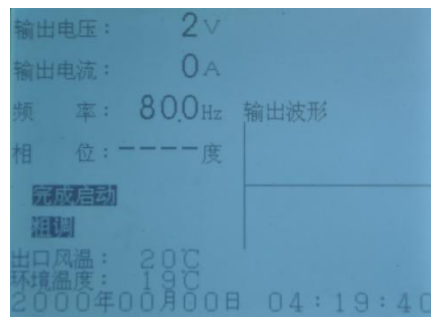

图 22 PY3520 变频电源装置启动完成界
7.3.6 系统启动完毕后，停止灯灭，启动灯亮，为红色。此时高压回路已经带电。屏幕提示“完成启动”。此时就可以进行升压见图 22。